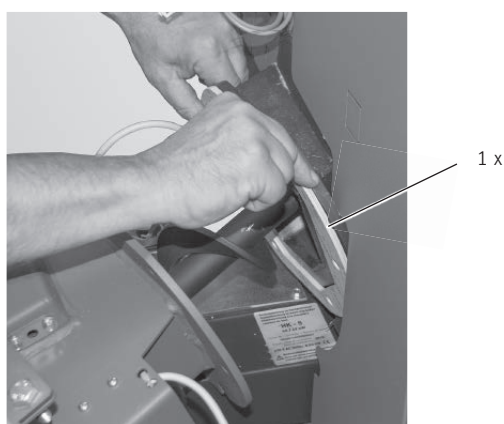
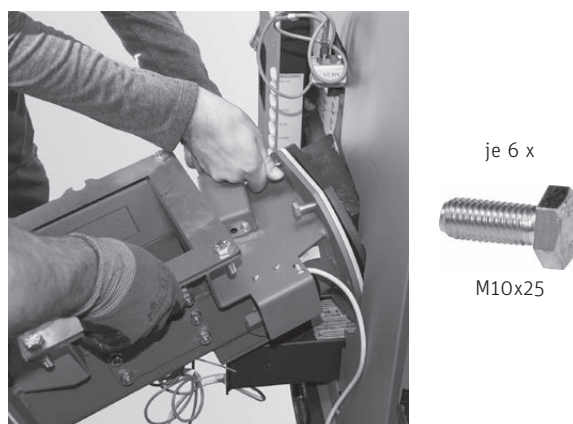

Fig. 109 Introdurre la coclea di dosaggio
Fig. 110 Avvitare saldamente la coclea di dosaggio
► Introdurre la coclea di dosaggio nella caldaia e avvitare saldamente insieme alla guarnizione – Fig. 109, Fig. 110.